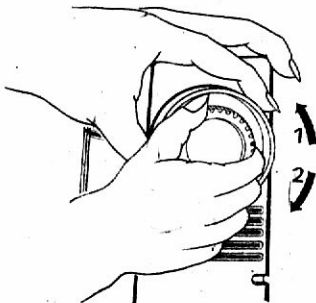

Abb. 13 Fig. 13 Afb. 13
**11.1. Auslösen des Handrades (Abb. 13) ★ Déclenchement (débrayage) du volant (Voir fig. 13) ★ Loskoppelen van het handwiel (afb. 13)**